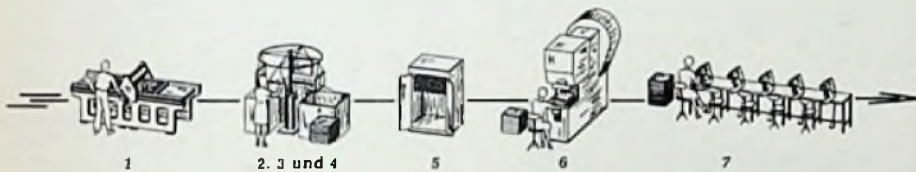

Bild 1. Arbeitsgang beim Ätzverfahren
Dieses Rohmaterial also wird dem Hersteller der Chassisplatte angeliefert. Die eigentliche Schaltung, deren Entwurf später erläutert werden soll, wird nun, wie in Bild 1 im Arbeitsgang 1 angedeutet ist, nach einem Druckverfahren aufgebracht. Die bedruckten Stellen bilden eine Schutzschicht, die das darunter liegende Kupfer vor den Angriffen im chemischen Bad schützt. Eisenchlorid ätzt die nichtbedruckte Kupferfläche weg (Arbeitsgang 2, 3 und 4). Im Trockenschrank (5) erfolgt die Nachbehandlung und in der Stanze (6) das Lochen des Chassis für die in 7 folgende Bestückung mit Einzelteilen. Bild 2 zeigt den Ätzvorgang nochmals schematisch im Schnitt, während Bild 3 eine vergrößerte Darstellung der hier zweiseitig belegten Hartpapierplatte mit einem Montage Loch gibt.